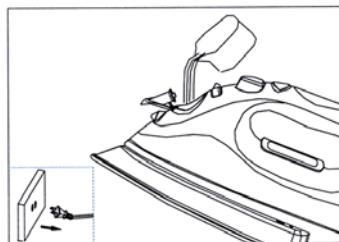

Fig. 1
1. Ouvrez le couvercle de l'entrée d'eau. Tenez le fer à un angle léger, versez l'eau doucement dans l'entrée d'eau. (Fig. 1). Remplissez le réservoir au niveau «MAX» à l'aide du godet. Lorsque le fer est debout, le réservoir transparent vous permet de déterminer la quantité d'eau. **NE FAITES PAS** déborder le réservoir. Lorsque le fer est rempli, refermez le couvercle.